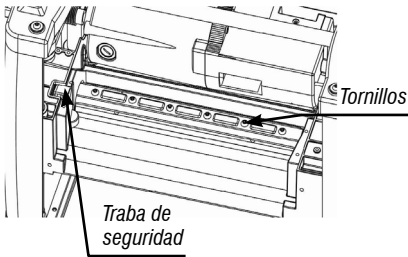

Fig. 15 – Removiendo las cuchillas
- Con cuidado, gire el cabezal de corte hasta que el mismo esté bloqueado. Si no es posible soltar los tornillos, apriete el seguro y gire el cabezal de corte hasta que sea posible soltar los tornillos (Fig. 15);